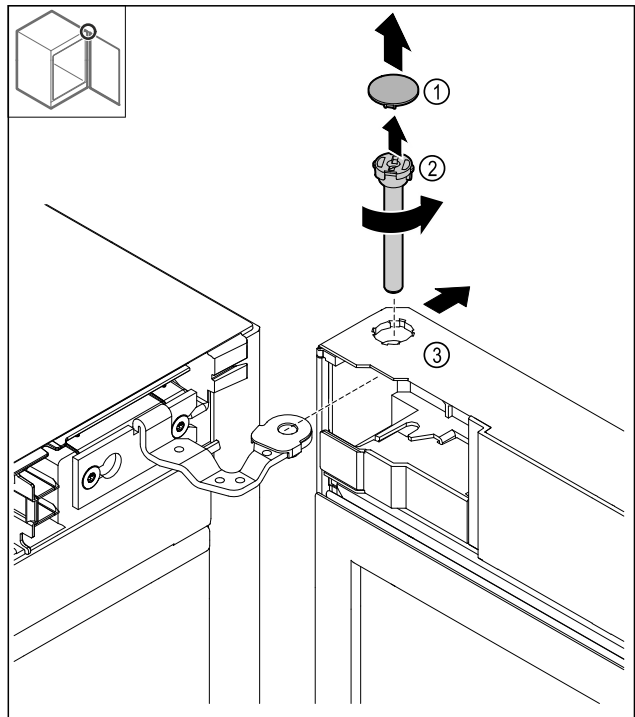

Fig. 19
- Nuimkite dengiamąją plokštelę Fig. 19 (1).
- Atlaisvinkite kaištį Fig. 19 (2) prieš laikrodžio rodyklę ir ištraukite.
- Šiek tiek paverskite duris Fig. 19 (3).